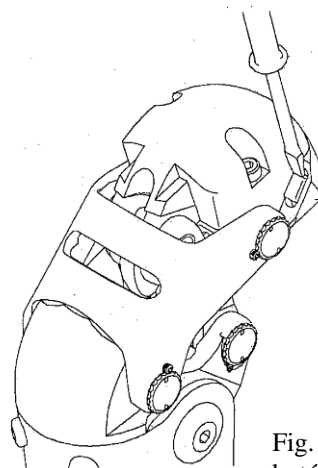

Fig. 11 :
a) Butée d'extension en caoutchouc (figure 11)